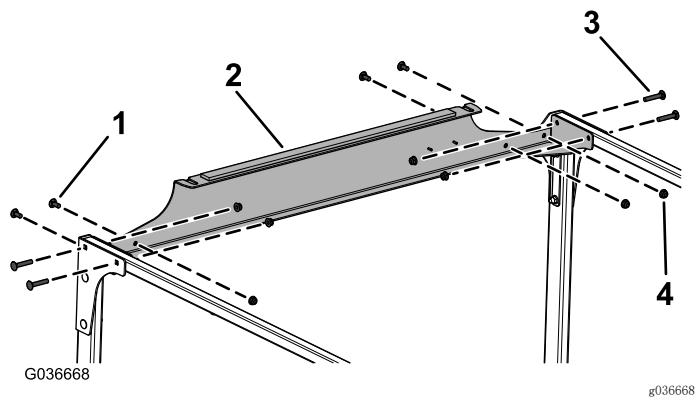

图10
9. 如图10 所示, 用 4 个托架螺栓 (5/16 x 1 $\frac{3}{4}$ 英寸) 和 8 个凸缘螺母 (5/16 英寸) 将后交联松松地安装到交联管和后安装板上。